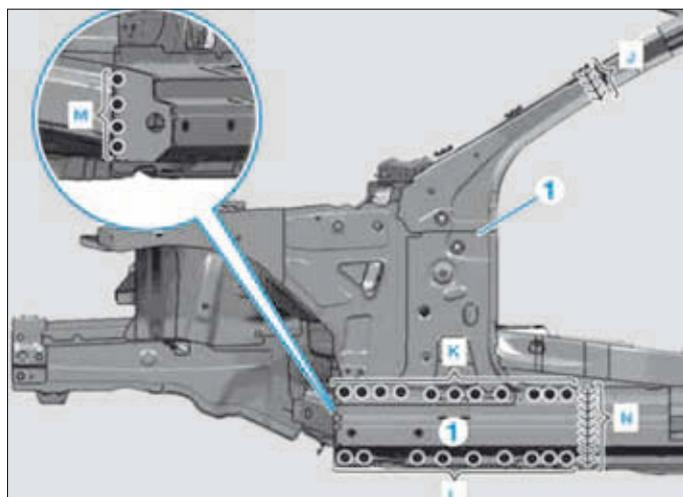

FIG. 66
- Poser le longeron latéral (2) (Fig.66).